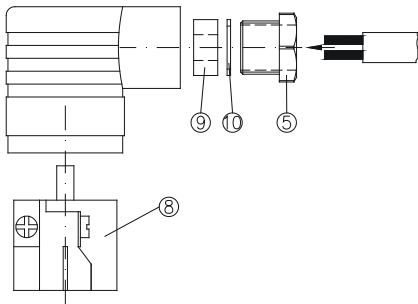

Fig. 8
- ↳ Introduire le câble de branchement par le passe-câble à vis ⑤, la bague de serrage ⑩ et la pièce en caoutchouc ⑨ dans la boîte de raccordement ② (→ Fig. 8).